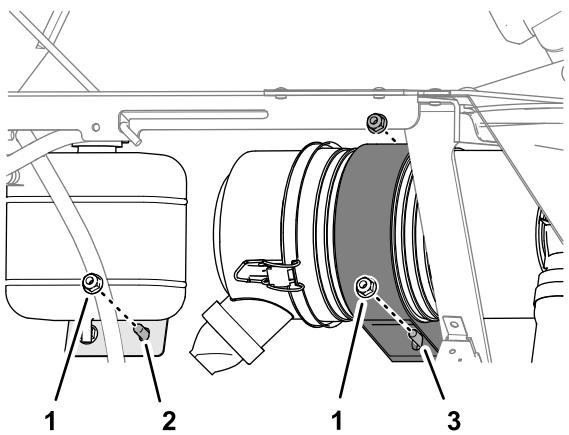

Рисунок 169
3. Установите кронштейн модема на правую панель опоры сиденья и крепление воздухоочистителя (Рисунок 168 и Рисунок 169) с помощью 2 болтов с фланцевыми головками (5/16 x 1 дюйм) и 2 фланцевых контргаек (5/16 дюйма), снятых при выполнении действий, описанных в разделе Подготовка машины \(страница 80\).
4. Установите кронштейн модема на правую панель опоры сиденья и кронштейн бачка охлаждающей жидкости (Рисунок 168 и Рисунок 169) с помощью колпачкового винта (5/16 x ¾ дюйма) и фланцевой контргайки (5/16 дюйма).